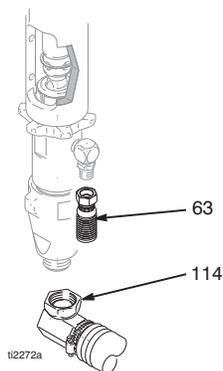

図 7
3. (図 7) 吸引チューブ (114) を取り除き、ホース (63) に塗料を塗ります。(スイベルの末端で取り外します。)